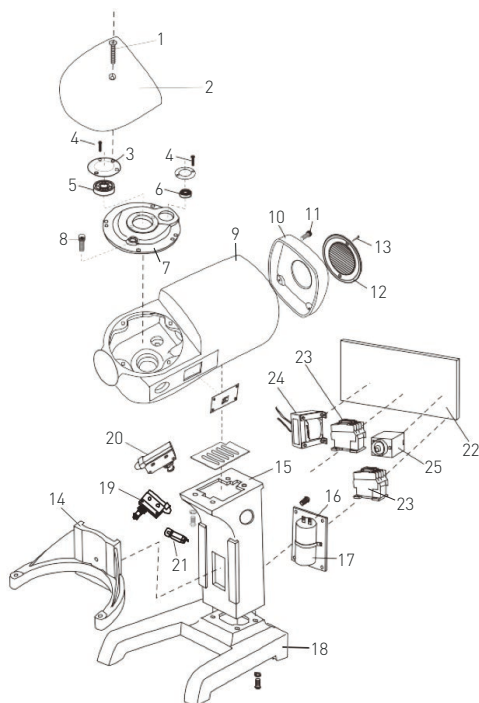

Abb. 1: Getriebesystem, Stütze für die Schüssel und Stütze des Gerätes
- Im oberen Teil des Gerätes – Getriebesystem, Stütze für die Schüssel und Stütze des Gerätes (Abb. 1);